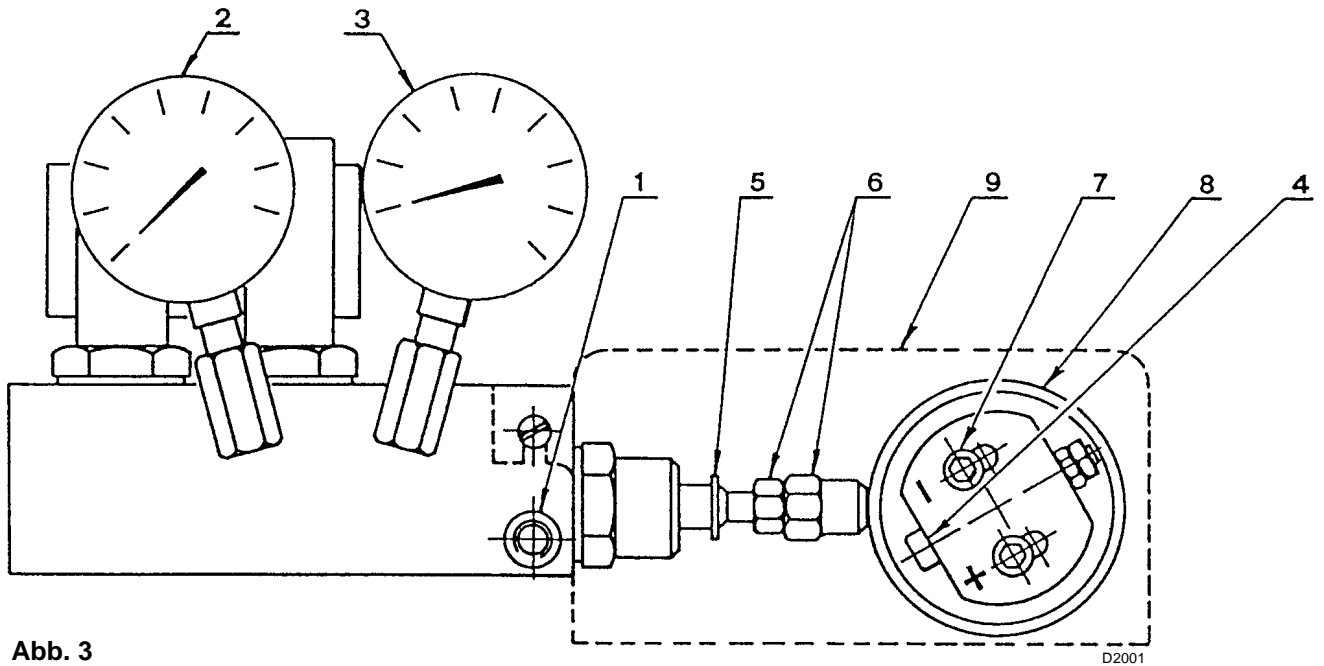

Abb. 3
Die Veränderung des Druckes im Rücklauf (Manometer 3) Bild 3 verursacht eine entsprechende Veränderung des Durchsatzes in der Düse.
- Langsam die Nocke mit einstellbarer Kurve (1 Bild 5), die fest mit dem Exzenter (8 Bild 3) verbunden ist, drehen. Die Druckveränderung am Manometer (3 Bild 3) ablesen. Steht der Stellmotor auf Position 130°, ist der Druck und Durchsatz der Düse maximal. Steht der Stellmotor auf Position 20°, ist der Druck und Durchsatz der Düse minimal. Korrekturen des Druckes im Rücklauf werden durch Veränderung des Exzenters (8 Bild 3) und der Schraubenmutter und Gegenmutter (6 Abb. 3) erreicht.